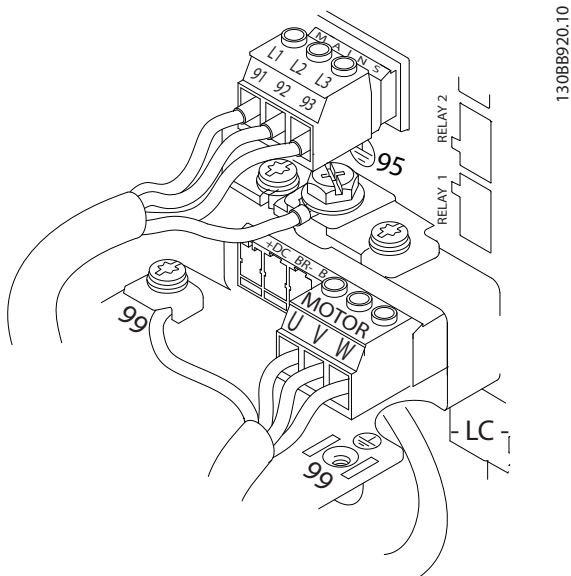

Abbildung 2.8 Beispiel für die Verdrahtung von Motor, Netz und Erdung
- Schließen Sie die 3 Phasen des Motorkabels an die Klemmen 96 (U), 97 (V) und 98 (W) an.
- Schließen Sie die 3 Phasen des Netzeingangs an die Klemmen L1, L2 und L3 an (siehe *Abbildung 2.8*).
In *Abbildung 2.8* wird der Netzeingang, Motor und die Erdung für grundlegende Frequenzumrichter dargestellt. Die jeweiligen Konfigurationen ändern sich je nach Einheit und optionaler Ausrüstung.